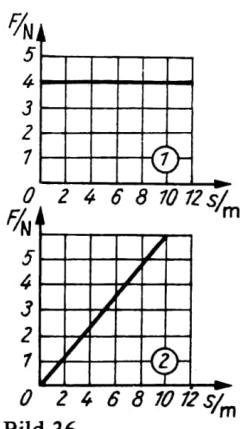

Bild 36
- 3.36 Gegeben sind die bei zwei Bewegungsvorgängen eines Körpers ermittelten F,s -Diagramme 1 und 2 (Bild 36). Ermitteln Sie für jeden Vorgang 1. die zugehörige Funktionsgleichung und 2. die Arbeit, die bei einer Verschiebung des Körpers um 10 m verrichtet wird.